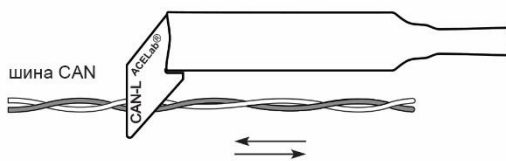

Рис. 3
- вплотную поднесите бесконтактный щуп к витой паре проводов, предполагаемой шины CAN, одной из рабочих плоскостей, с надписью «CAN_H» или «CAN_L». Медленно перемещайте бесконтактный щуп вдоль витых проводов (Рис.3). При обнаружении шины CAN, будет генерироваться звуковой сигнал, а на лицевой панели детектора включатся соответствующие светодиоды, отображающие скорость передачи данных и длину идентификатора;